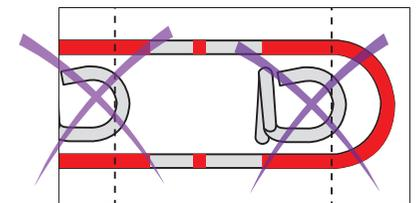

Fig.8
- Retire el distanciador ① (fig. 8) y compruebe que la leva ⑦ permanezca centrada en relación con el actuador ⑧ mediante los marcadores ⑨ (fig. 4A).
- Arme el dispositivo presionando el bloqueo ⑬; se oirá un "clic" (fig. 8).